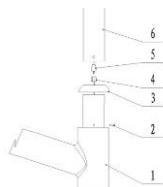

Рисунок 1
a) Соберите стойку светильника (рисунок 1): выкрутите болт M4 (2), протяните электрический провод из рычага светильника к стойке (5), соедините контакты 5 и 4. Вставьте стойку. Закрутите винт M4 (2).